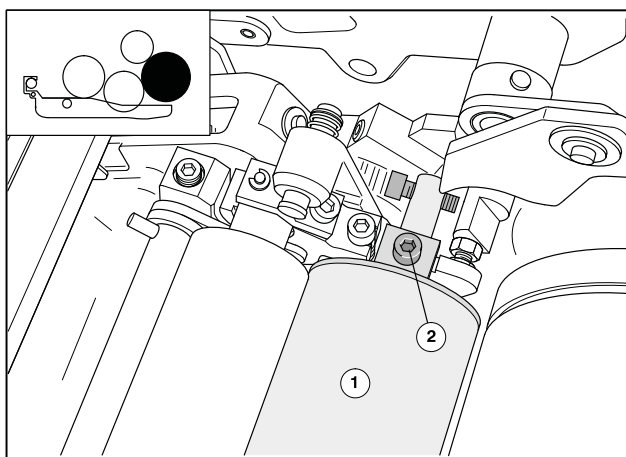

図12 水着けローラの取り外し
- ① 水着けローラを版面から上げます。
- ② 「湿し水量の調整」つまみを左にいっぱい(「6」)まで回します。
- ③ 付属のホルセットレンチを使って、水着けローラの駆動側と操作側のシャフトにあるネジ(図12/②)を緩めます。ネジ、キャップ、およびバネは、水着けローラのシャフトから取り外せません。
- ④ 水着けローラ(図12/①)のシャフトを軸受けから持ち上げて、ローラを取り外します。